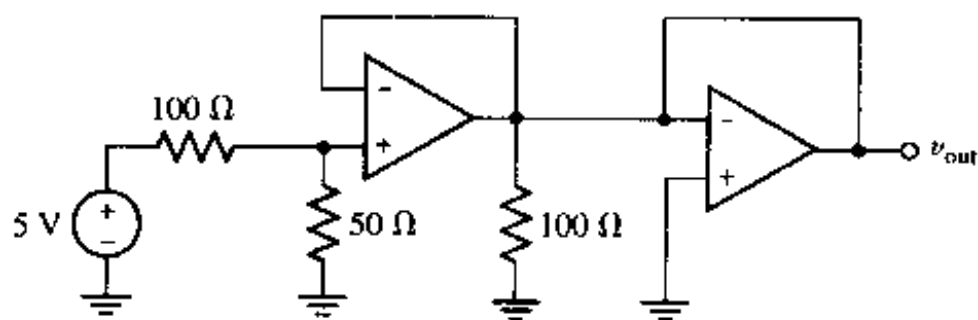

图 6.42
26. 如图 6.42 所示的二级运放电路, 计算 v_{out} 。